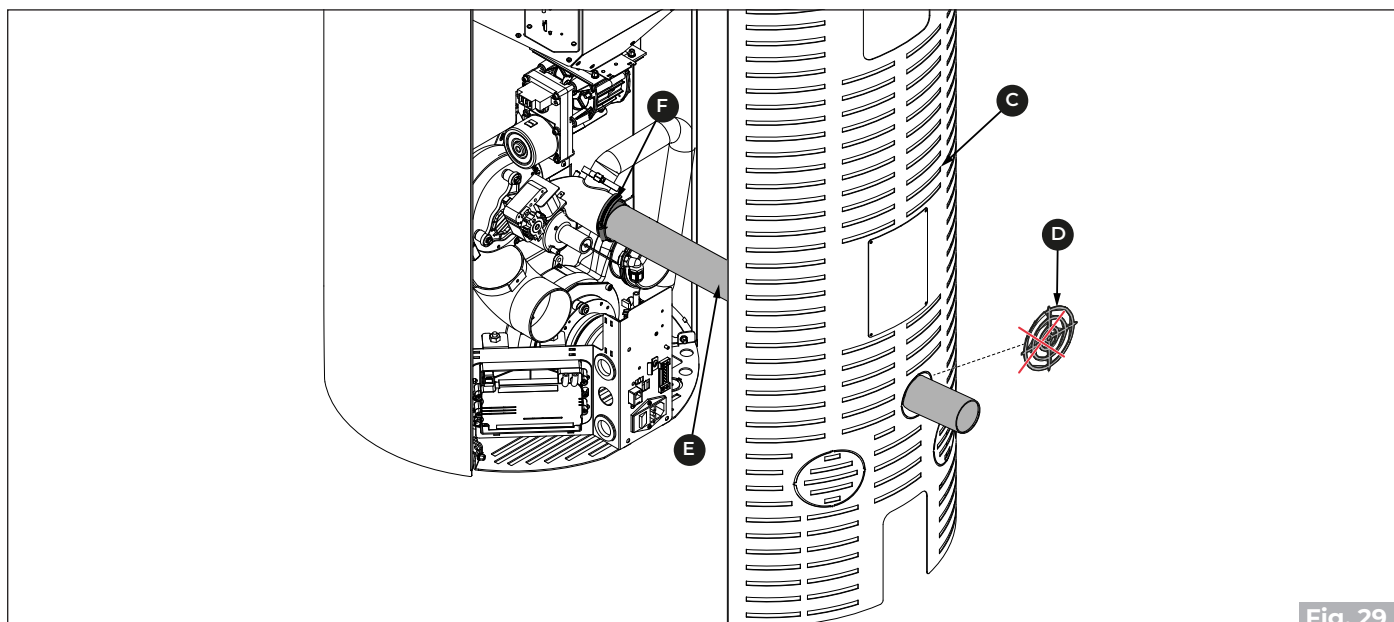

Fig. 29
- Togliere il pretranciato **(D)** sullo schienale **(C)** e far passare il tubo flessibile **(E)** per collegarlo ad una presa d'aria esterna ("Fig. 29").